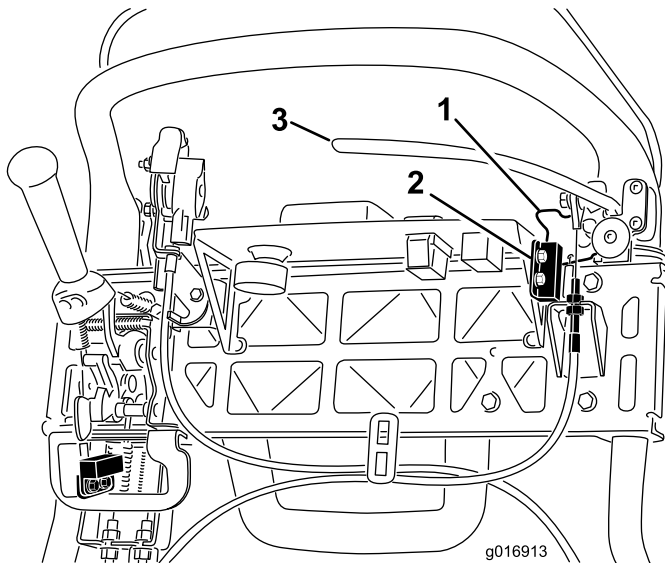

Bild 40
4. Lösen Sie die Befestigungsschrauben des Sicherheitsschalters (Bild 40).
5. Legen Sie eine 1,6 mm dicke Beilagscheibe zwischen den Feststellbremsriegel und den Sicherheitsschalter (Bild 40).
4. Lösen Sie zum Erhöhen der Kabelspannung die obere Kabelklemmmutter und ziehen die untere an (Bild 40), bis eine Kraft von 156 N zum Lösen des Feststellbremsriegels auf den Bremshebel aufgebracht werden muss. Stellen Sie die Bremse nicht zu fest ein, da das Bremsband sonst schleifen könnte.